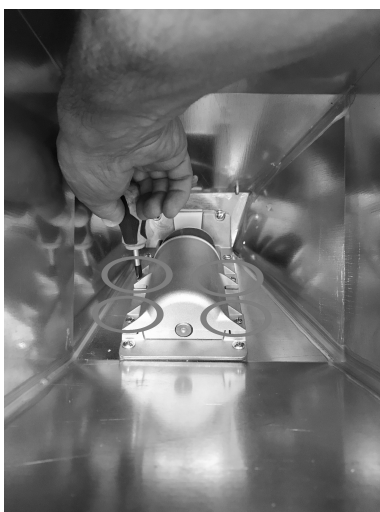

Fig. 27 - Lösen der Schrauben
- Über den Tank die 4 Schrauben des Schneckengehäuses entfernen (siehe **Fig. 27**).